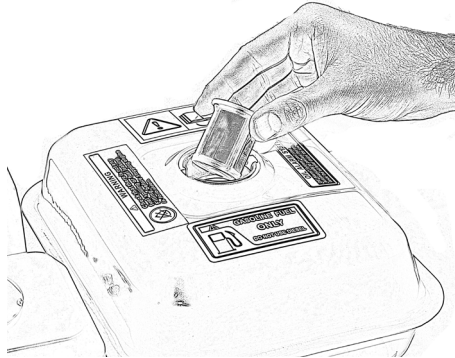

Abbildung 26
- Öffnen Sie den Tankdeckel und entnehmen Sie das Tanksieb, Abb. 26.